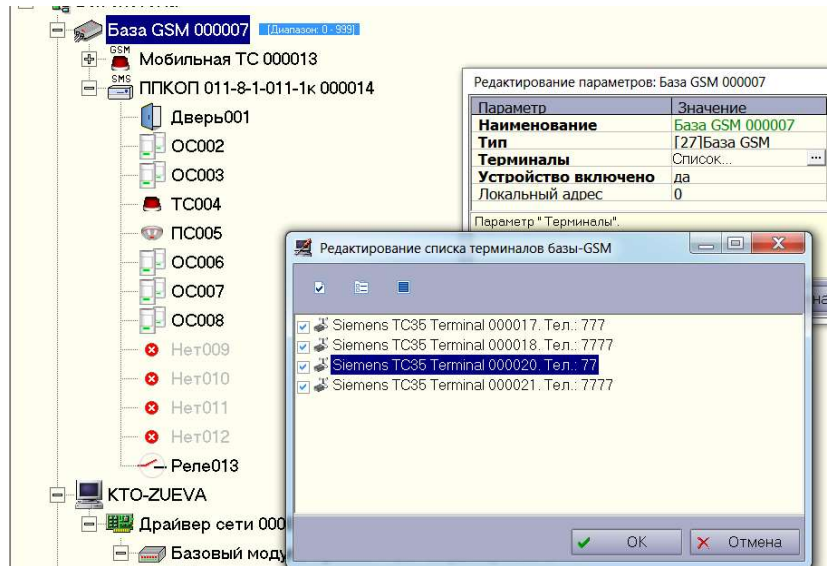

Рисунок 8 - Описание Базы GSM
- В АРМ «Конфигуратор» к уровню «Вся система» добавить «Базу GSM» (см. рисунок 8);